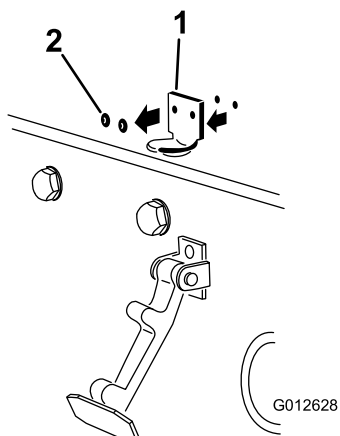

Figura 7
2. Retire os (2) rebites que prendem o suporte do trinco do capot ao capot (Figura 7). Retire o suporte do trinco do capot do capot.